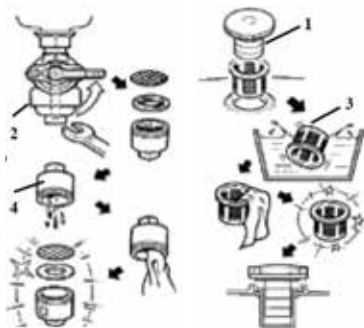

рис.5
- открутите крышку бензобака (рис.5 поз.1);
- снимите колпачок крана подачи бензина (рис.5 поз.2), стараясь не повредить уплотнение;
- удалите загрязнения с фильтров (рис.5 поз.3 и 4) промыванием в раство-